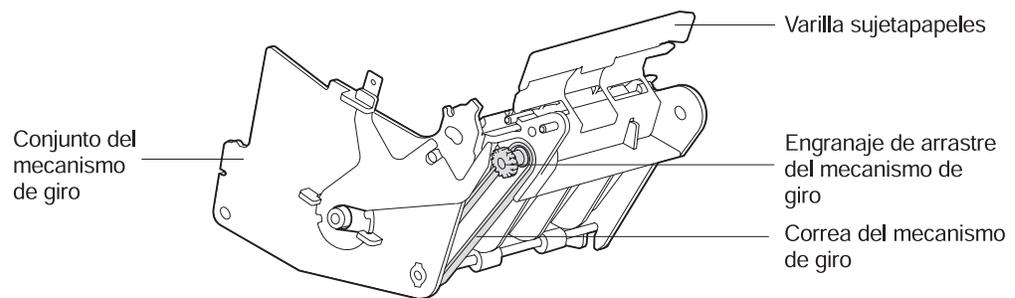

Figura 4-24. Extracción del conjunto del mecanismo de giro
14. Sólo en los modelos TN3 y TN4, extraiga el **conjunto del mecanismo de giro** pasando la varilla sujetapapel entre el rodillo de soporte de inserción de documentos y el rodillo de alimentación. Consulte la Figura 4-24 en la página 4-32.